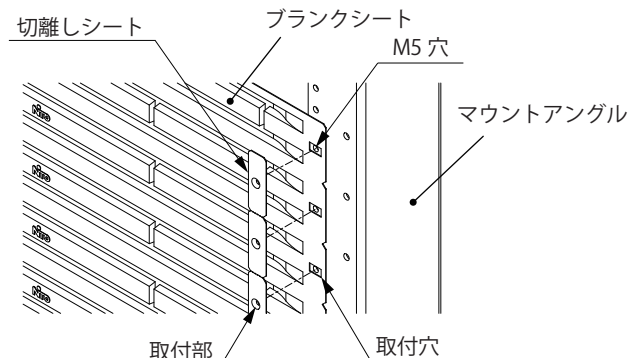

図3
3. 1.で切り離した切離しシートの取付部を、blankシートの取付穴を介し、マウントアングルM5穴と位置を合わせ、押し込んでください。(図3)